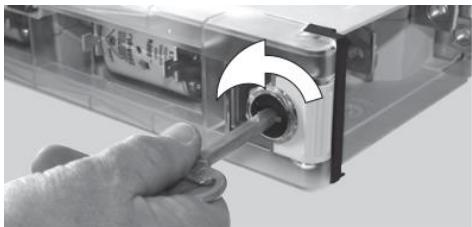

Figura 9 / Fig: 9 [picture source: Jean Müller]
- Abrir el cierre de la regleta (Figura 9)